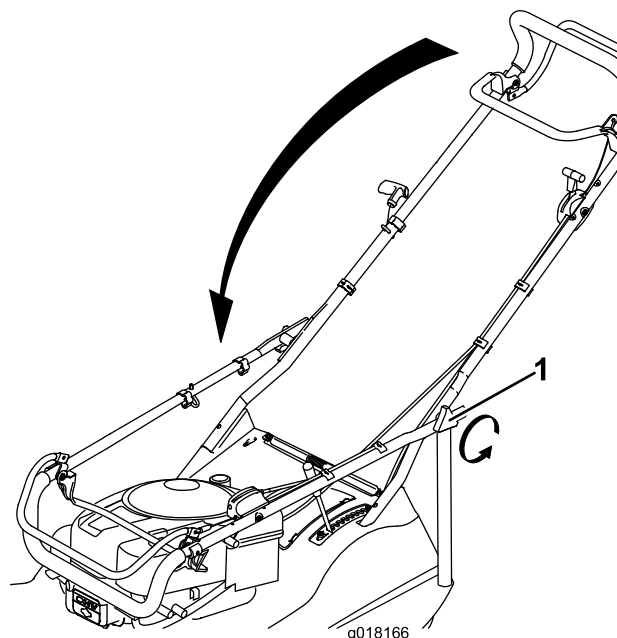

Figura 30
2. Doble el manillar hacia adelante (Figura 30).